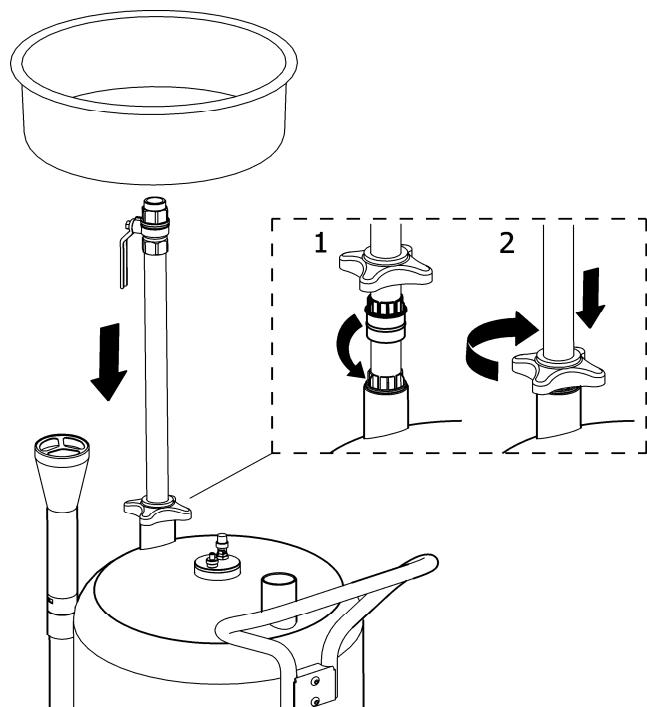

Fig 3
(GB) Assemble the tube with the funnel and fix the assembly on the tank. Fig 3.
(SE) Montera ihop röret med skålen, sätt ner det i tanken och fäst det enligt Fig 3.
(FR) Monter le tube avec l'entonnoir et fixer l'ensemble au réservoir. Fig 3.